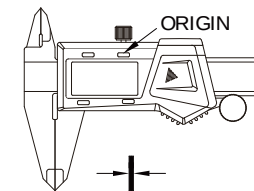

Fig.3
- Chiudere le ganasce, premere a lungo "ORIGINE" per impostare lo zero (Fig. 3).